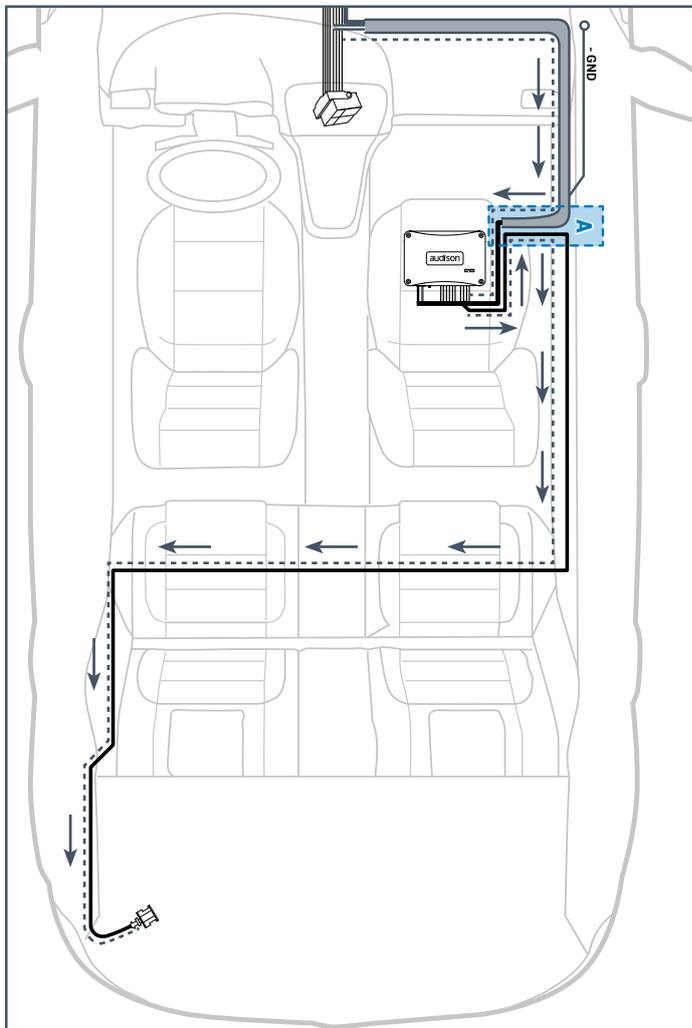

Fig. 17
8.1.3 Alzare la moquette dal pavimento nel punto **A** (fig. 17) e far passare i cavi **C** (fig. 14) sotto il rivestimento lungo i tagli già presenti nella moquette. Fare attenzione affinché sia i connettori che i cavi di alimentazione escano dalle apposite fessure poste sotto il sedile anteriore destro.
8.2.1 Far passare il cavo di potenza **B** del subwoofer (fig. 14) attraverso il passaggio **A** (fig. 17), percorrere il battente, attraversare il divano posteriore e procedere fino alla parete sinistra del bagagliaio (fig. 18-19); far uscire il cavo dall'apposita fessura (fig. 20).